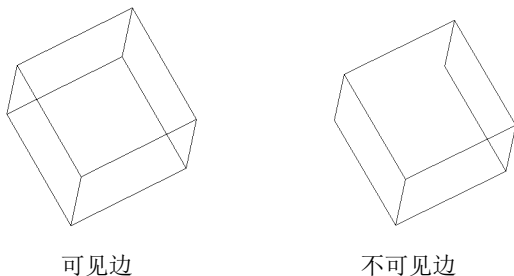

图 9-12 “不可见”命令选项视图比较
2. 不可见: 控制三维面各边的可见性, 以便建立有孔对象的正确模型。如果在输入某一边之前输入 **I**, 则可以使该边不可见。如图 9-12 所示为建立一长方体时某一边使用 **I** 命令和不使用 **I** 命令的视图的比较。